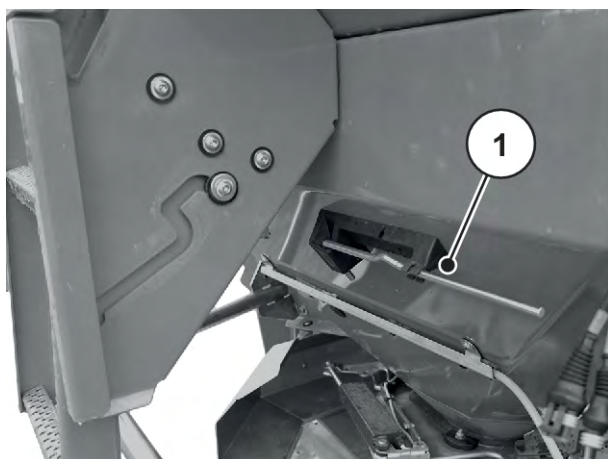

Рис. 26: Положение регулировочного рычага AXIS xx.2
- ▶ Поместите регулировочный рычаг в предусмотренное для него крепление. См. *Рис. 26 Положение регулировочного рычага AXIS хх.2*